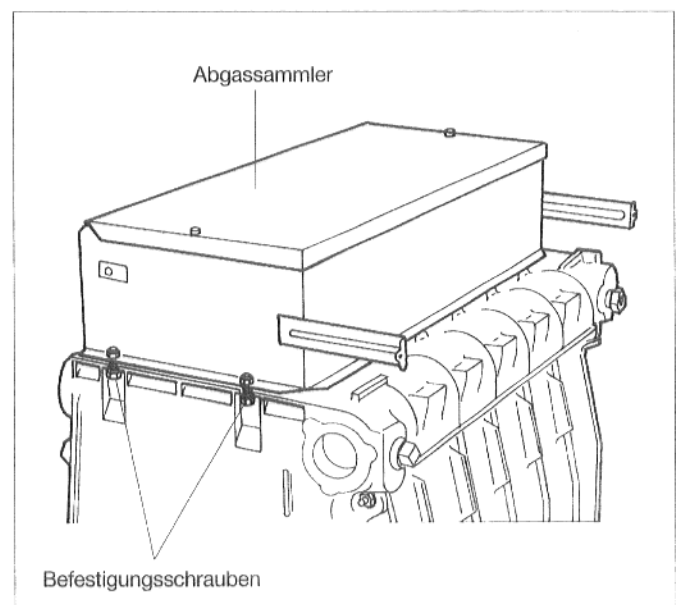

Abb. 17
- Abgassammler auf die Dichtstreifen aufsetzen und seitlich mit vier Schrauben befestigen (Abb. 17).